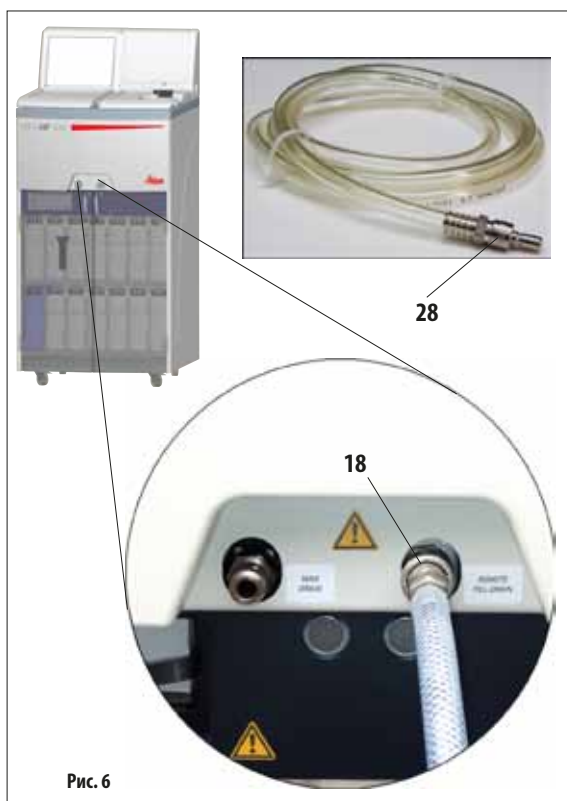

Рис. 6
- Подсоедините шланг для бесконтактного заливания/слива, как показано на рис. 6.